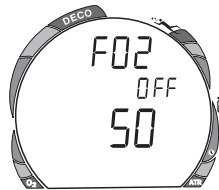

Fig. 13 - FO2 Einstellung OFF
**Ist die Standardeinstellung ausgeschaltet (OFF)** (Abb. 13), wird als FO2-Wert für Wiederholungstauchgänge solange der bereits eingestellte Wert verwendet, bis manuell eine Änderung vorgenommen wird.